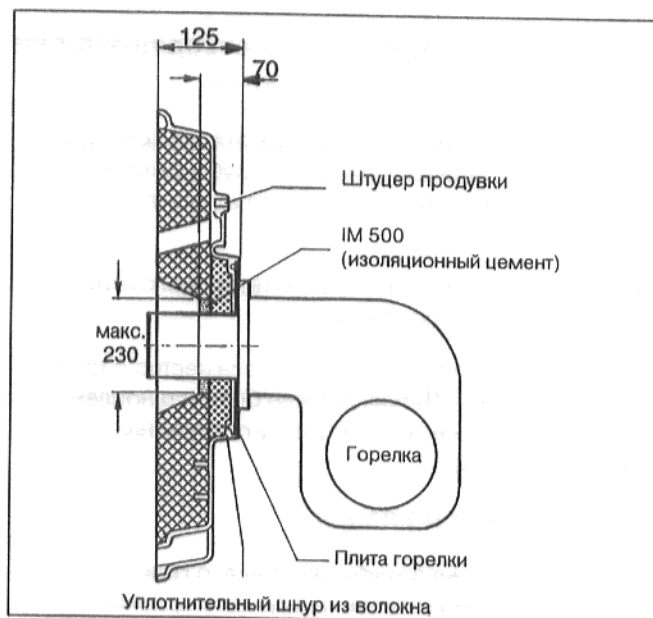

рис. 24 Дверца горелки
- Жаровую трубу обмотать гофрированным картоном или другим подобным материалом и закрепить. Смонтировать жаровую трубу и заполнить оставшийся зазор между изоляцией дверцы горелки и жаровой трубой имеющимся в комплекте поставки изоляционным цементом (рис. 24).
- Соединить штуцер продувки смотрового стекла с горелкой (рис. 24), чтобы смотровое стекло оставалось свободным от загрязнений.